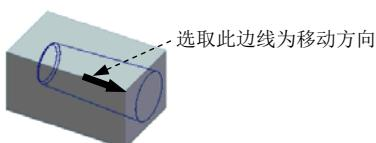
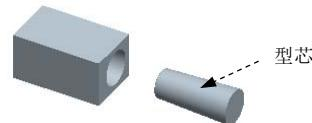

图 7.23 选取移动方向
图 7.24 移出后的型芯
(1) 在系统 **为迁移号码1 选择构件** 的提示下, 先将鼠标移至模型上, 并右击, 选取快捷菜单中的**从列表中拾取**命令。
(2) 在系统弹出的“从列表中拾取”对话框中, 单击列表中的型芯模具零件 **CORE_MOLD.PRT**, 然后单击 **确定 (O)** 按钮。
(3) 在“选择”对话框中单击 **确定** 按钮。
Step4. 在系统 **通过选择边、轴或面选择分解方向** 的提示下, 选取图 7.23 所示的边线为移动方向, 然后在系统的提示下, 输入要移动的距离值 100, 并按回车键。
(1) 在 **Define Step (定义步骤)** 菜单中选择 **Interference (干涉)** 命令。
(2) 在系统提示下选取 **移动1** 命令。
(3) 再选择 **Static Part (静态零件)** 命令, 此时系统提示 **选择统计零件**。(注: 此处应翻译成“选择静止的模具零件”), 从屏幕的模型中选取铸件, 系统在信息区提示 **• 没有发现干涉。**
(4) 选择 **Done/Return 完成/返回** 命令, 完成干涉检查。
Step6. 在 **▼ DEFINE STEP (定义步骤)** 菜单中选择 **Done (完成)** 命令, 完成型芯的移动, 移出后的型芯如图 7.24 所示。